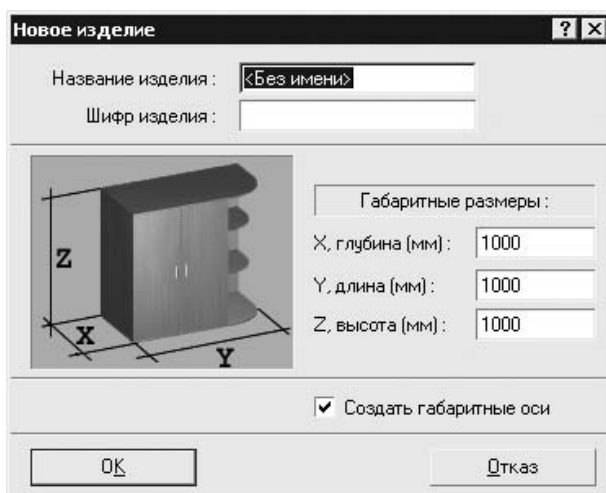

Рис. 6.21
2. Нажать кнопку Новый на панели инструментов Команды — откроется окно Новое изделие (рис. 6.21).